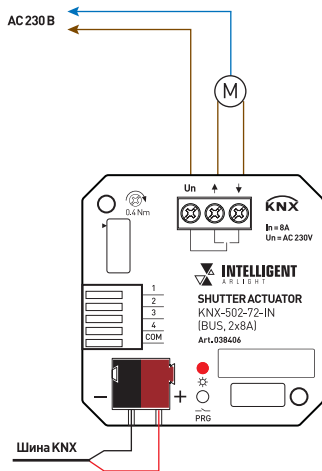

Рис. 1. Пример схемы подключения оборудования
- 3.4. Подключите мотор к модулю, как показано на рис. 1.